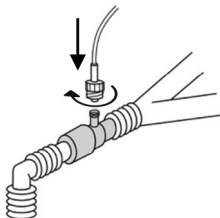

Рис. 1
2. Подсоедините адаптер дыхательных путей к проксимальному концу дыхательного контура между эндотрахеальной трубкой и Y-секцией вентилятора Адаптер дыхательных путей направлен вверх, как показано на рис. 1.